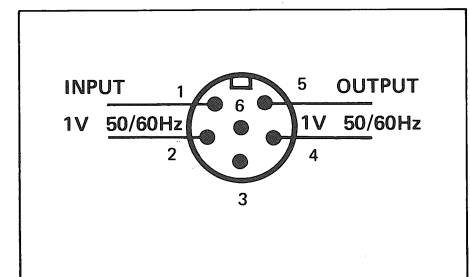

Fig. 2.3
- Fig. 2.3 Anschlussfeld B67
- Fig. 2.3 Terminal board B67